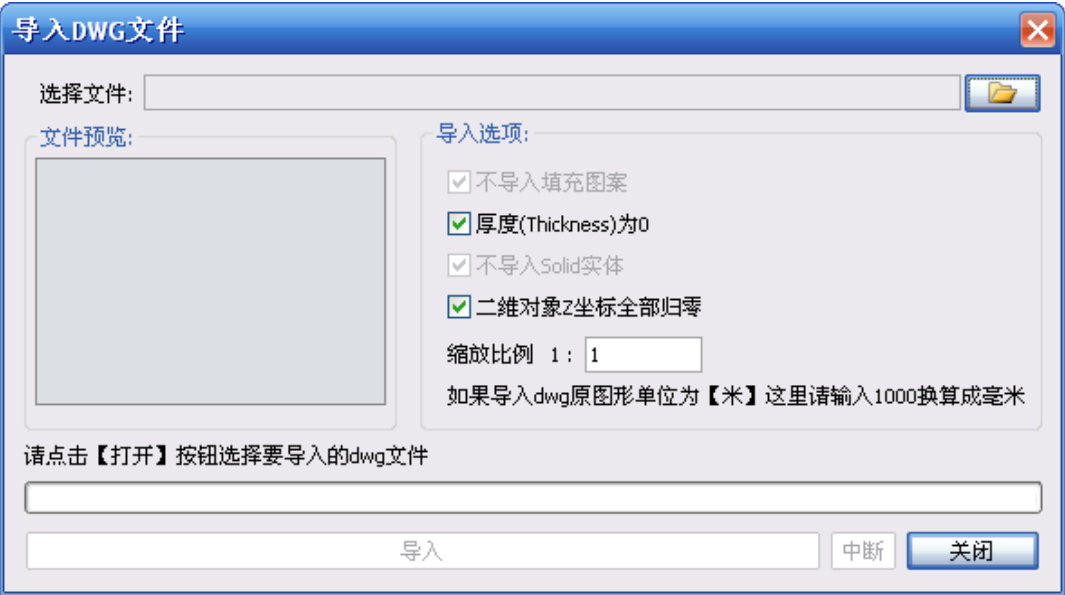

图 15-3
1、选择“文件/导入 DWG 文件”功能，弹出如图 15-3 对话框；